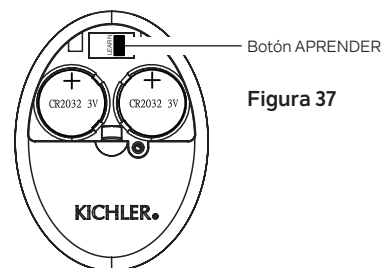

Figura 37
Este ventilador emite un pitido de confirmación durante el proceso de configuración del control del ventilador y cada vez que se presiona un botón en el transmisor. Los pitidos de confirmación se pueden silenciar presionando el botón **"APRENDER"** en el transmisor. **(Figura 37)**
Paso 2. Presione el botón **"APRENDER"** una vez para silenciar los pitidos de confirmación. **(Figura 37)**
Después de instalar un receptor de repuesto (consulte las instrucciones “**CONEXIONES ELÉCTRICAS**” en las **páginas 11 y 12**), se puede emparejar un receptor de repuesto con el transmisor presionando y manteniendo presionado el botón “**APRENDER**” en el transmisor. **(Figura 37)**
Paso 2. Restablezca la alimentación al circuito derivado del ventilador de techo en el disyuntor o en la caja de fusibles. Dentro de los 30 segundos de restablecer la energía, presione el botón “**APRENDER**” **(Figura 37)** durante aproximadamente 2 a 3 segundos. El kit de luz (si está instalado) parpadeará dos veces y el ventilador emitirá dos pitidos para indicar que el proceso de emparejamiento está completo.
Un transmisor de repuesto puede emparejarse con el receptor manteniendo presionado el botón “**APRENDER**” en el transmisor. **(Figura 37)**